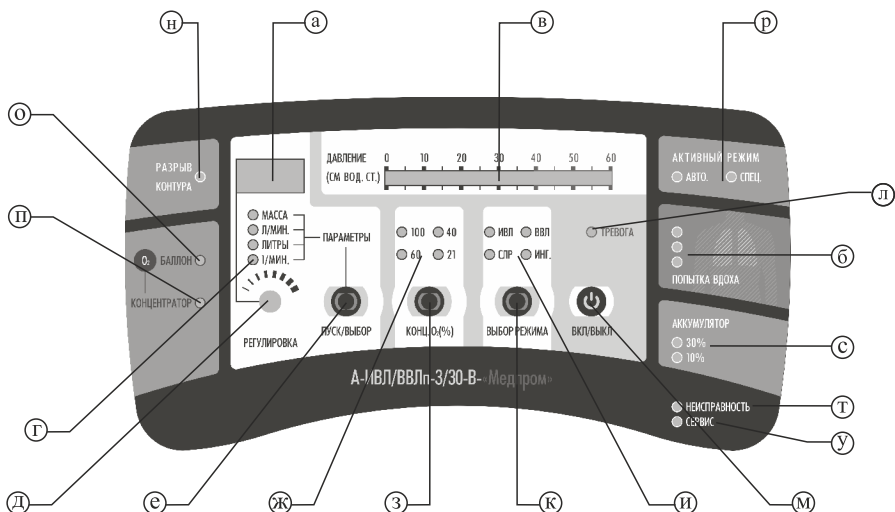

Рис. 3
4.9. На лицевой панели аппарата (рис.3) расположены: